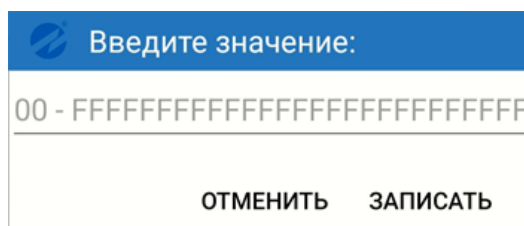

Рис.27. Вид диалогового окна редактирования параметров.
- в открывшемся диалоговом окне (рис.27) ввести требуемое значение;